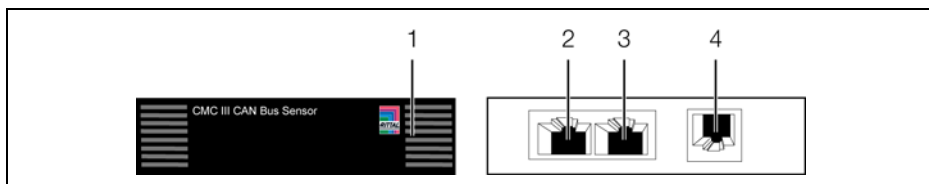

Рис. 3: Элементы индикации, штекеры и разъемы
Элементы управления и индикации показаны на рис. 3.
Обозначения на рис. 3
- Следующие датчики CMC II могут быть подключены к соответствующему порту (рис. 3, поз. 4).
- Соедините датчик CAN-Bus кабелем CAN-Bus с CMC III PU или соседними элементами в шине CAN-Bus (рис. 3, поз. 2, 3).